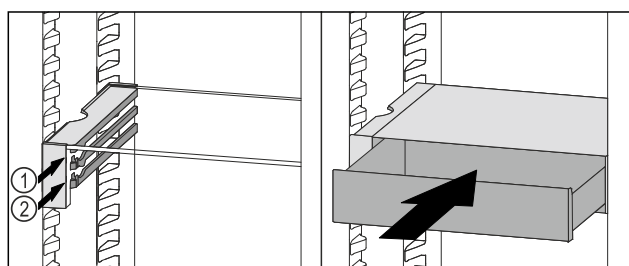

Fig. 76
- ▶ Поставете чекмеджето на VarioSafe зад ограничителите върху желаното ребро Fig. 76 (1) или Fig. 76 (2).